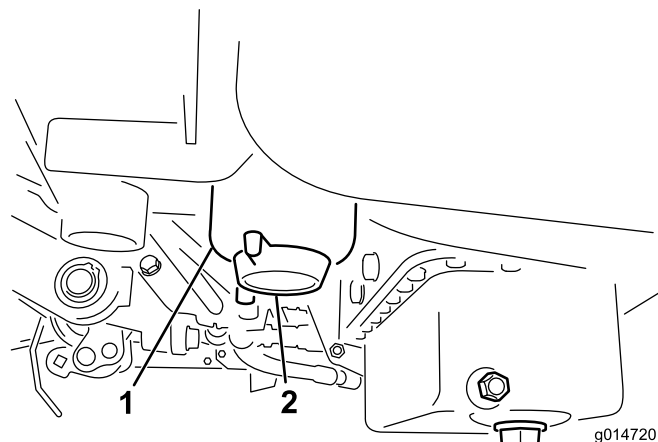

Figura 50
2. Limpe a zona de montagem do recipiente do filtro (Figura 50).
4. Abra o bujão de drenagem do filtro (Figura 50).